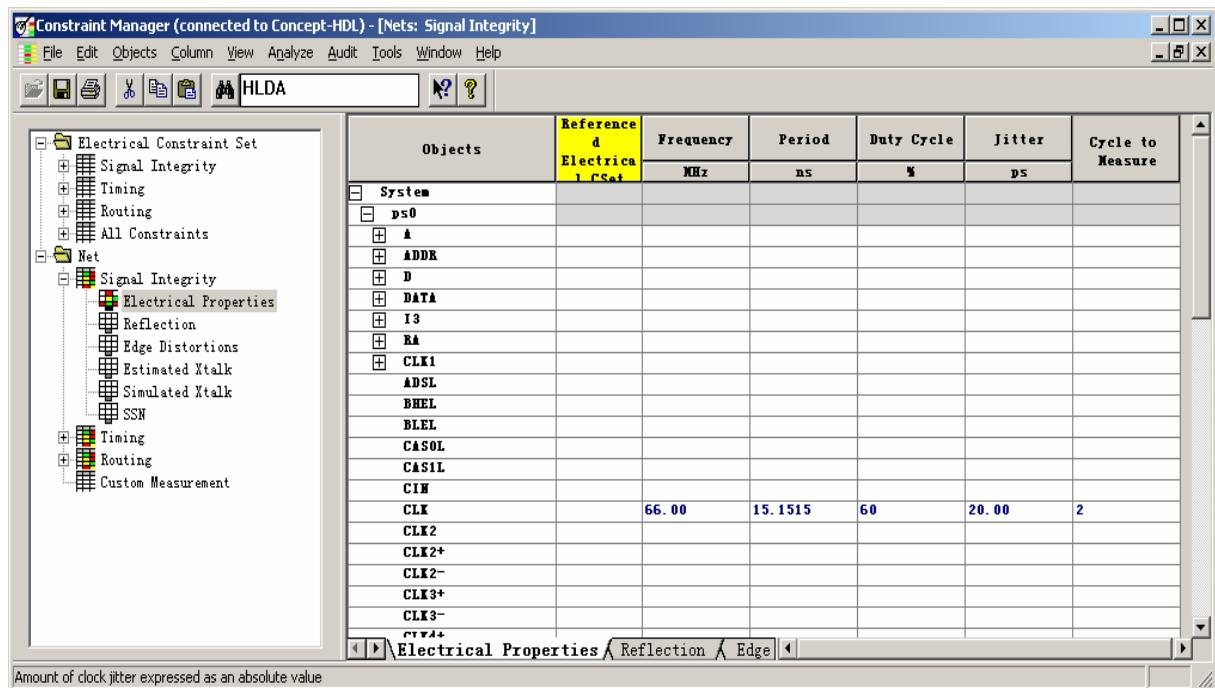

图 4-3 设置信号完整性约束
8. 缺省的【Cycle to Measure】是“1”，改为“2”。请见图 4-3。